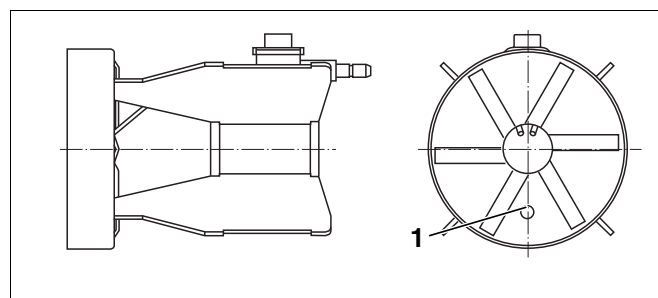

Рис. 31 Распределительный диск
- Во время монтажа распределительного диска следите за тем, чтобы отверстие (Рис. 31, поз. 1) в нем находилось на одной оси с датчиком пламени.